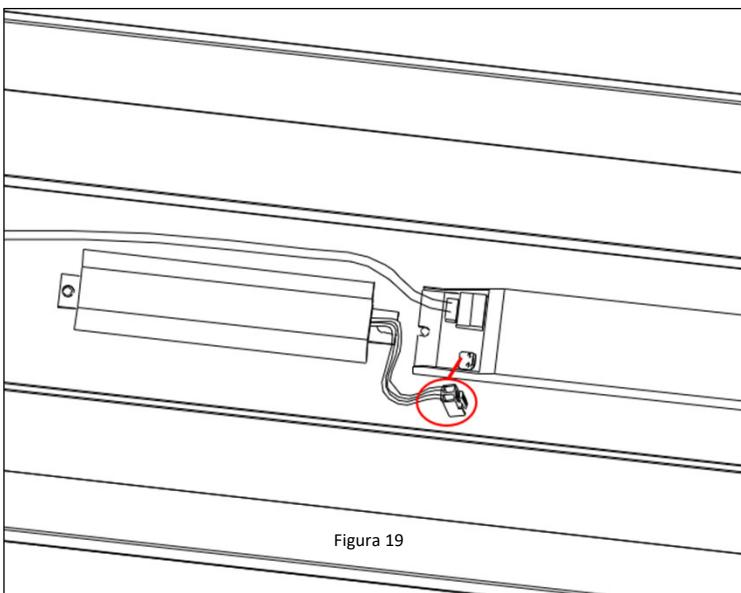

Figura 19
- Si instala un dispositivo de emergencia, debe conectar el módulo de respaldo de la batería al controlador de emergencia. Ver la Figura 19.